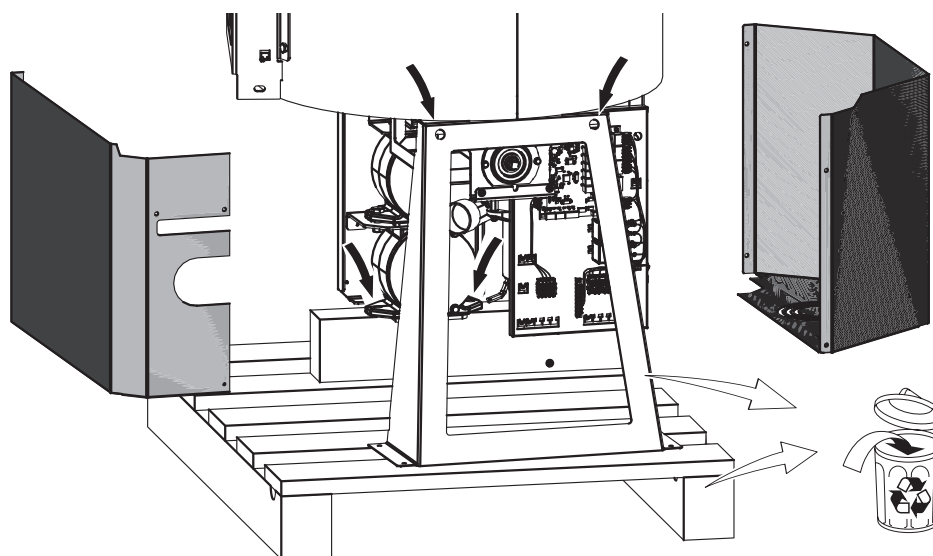

Fig.109 Svitare e rimuovere entrambe le coperture, rimuovere le 2 viti di fissaggio dal piede di trasporto e dalla valvola rotativa
- ▶ Svitare e rimuovere le due coperture dalla stiva – Fig.109.
- ▶ Allentare 2 viti di fissaggio rispettivamente in alto tra il piede di trasporto e la stiva e tra la valvola rotativa e la base in legno – Fig.109.